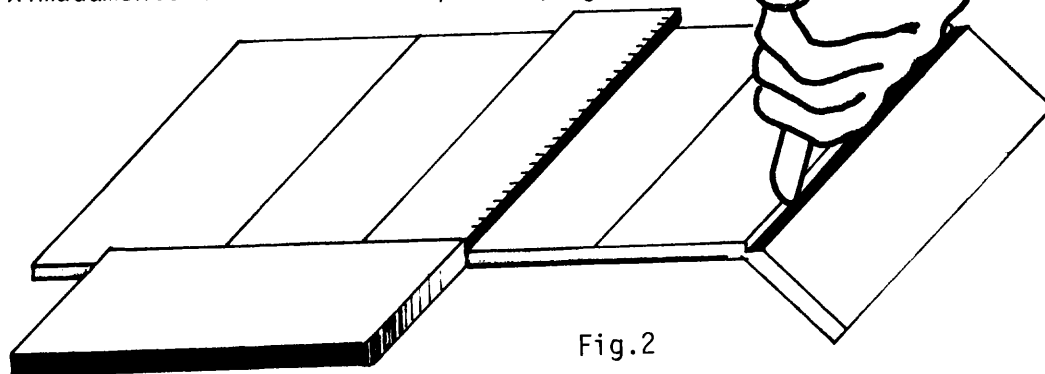

Fig.2
- c Haga un corte en cada uno de los trazos con la navaja, penetrando en el cartón hasta aproximadamente la mitad del espesor (fig.2).